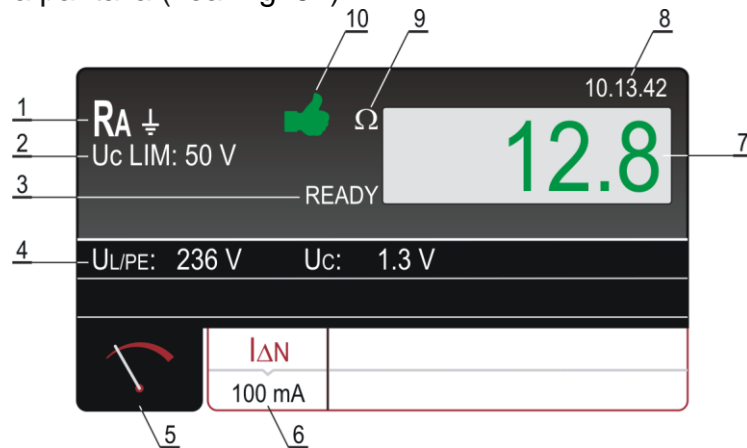

Fig. 54: Pantalla con el resultado de la prueba RA \downarrow
6. Realice la medida pulsando el botón **START/STOP**. El resultado de la prueba se mostrará en la pantalla (vea Fig. 54)